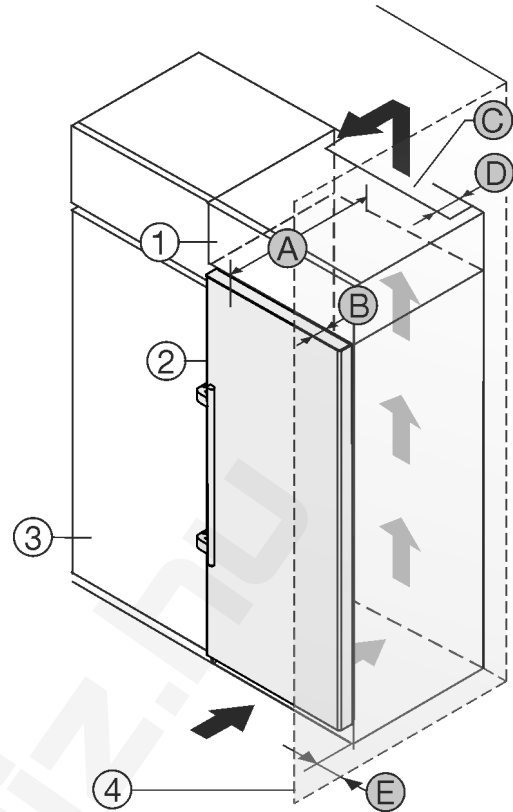

Fig. 30
A készüléket körbe lehet építeni konyhaszekrényekkel. Rá lehet szerelni Fig. 30 (2) egy rátétszekrényt, hogy a készüléket a konyhabútorok magasságához Fig. 30 (1) igazítsa.
A készüléket közvetlenül a konyhaszekrény Fig. 30 (3) mellett is felállíthatja. Ahhoz, hogy az ajtókat teljesen ki tudja nyitni, a készüléknek a konyhaszekrény elülső oldalához képest legalább a mélységnek Fig. 30 (B) megfelelően ki kell állnia. A konyhaszekrények mélységétől és a fali távolságtartók használatától függően a készülék nagyobb mértékben is kiállhat.
- A rátétszekrény hátoldalán egy mélységű Fig. 30 (D) szellőző aknát kell a rátétszekrény teljes szélességében kialakítani.
- A mennyezett alatt be kell tartani a szellőző keresztmetszetet Fig. 30 (C).
Mikor a készüléket a csuklópántokkal egy fal Fig. 30 (4) mellett állítja fel, akkor a készülék és a fal közti távolságot Fig. 30 (E) be kell tartani. Ez nyitott ajtó esetén megfelel a fogantyú túlnyúlásának.